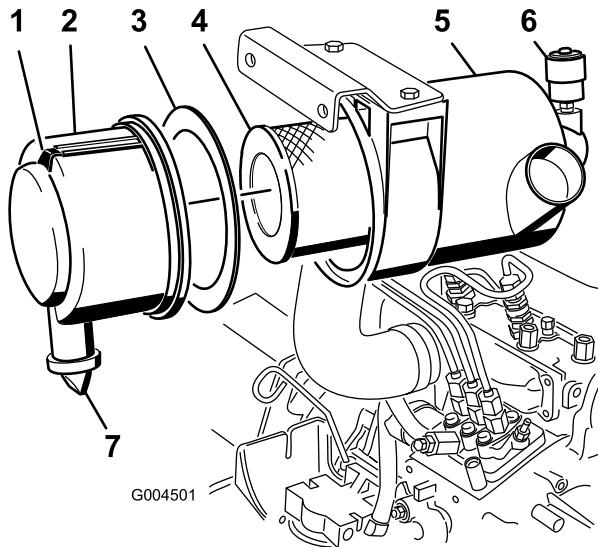

Bild 45
- Warten Sie den Luftfilter, wenn die Luftfilteranzeige rot anzeigt (Bild 45) oder nach jeweils 400 Betriebsstufen (häufiger in sehr staubigen oder schmutzigen Bedingungen). Warten Sie den Luftfilter nicht zu häufig.
- Ziehen Sie den Riegel nach außen und drehen Sie die Luftfilterabdeckung nach links (Bild 45).
- Entfernen Sie die Abdeckung vom Luftfiltergehäuse (Bild 45).
- Entfernen und wechseln Sie den Hauptfilter aus (Bild 45).
- Stellen Sie sicher, dass die Schaumdichtung in der Abdeckung liegt und nicht gerissen oder beschädigt ist (Bild 45). Ersetzen Sie die Dichtung, wenn sie beschädigt ist.
- Nehmen Sie das Gummiauslassventil von der Abdeckung ab (Bild 45).
- Stellen Sie die Anzeige (Bild 45) zurück, wenn sie auf Rot steht.